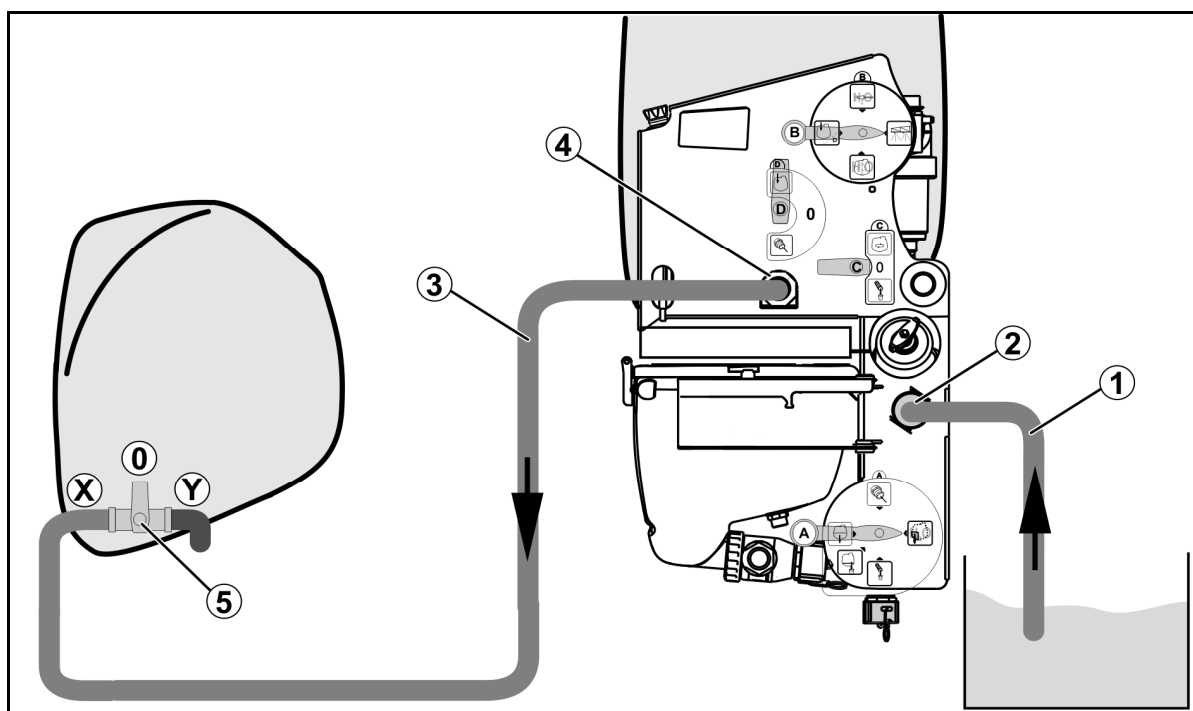

Bild 12
1. Koppla samman sugslangen (Bild 12/1) med påfyllningsanslutningen (Bild 12/2).
3. Koppla samman kopplingsslangen från fronttanken (Bild 12/3) med anslutningen för snabbtömning (Bild 12/4).
4. Inställningsvred på fronttanken (Bild 12/5) i läge **X**.